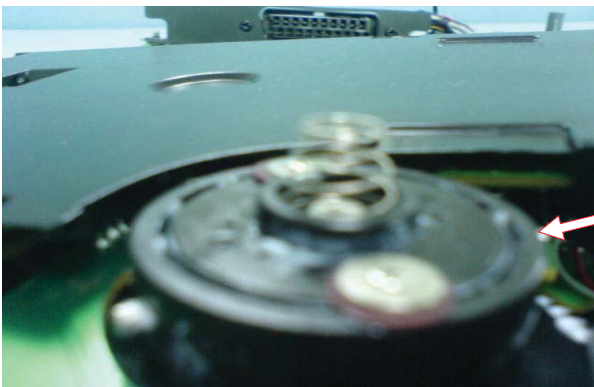

Figura 12
- 1) Use uma chave de fenda com 2 mm de diâmetro para empurrar o Pino Steel como mostra a figura 12.